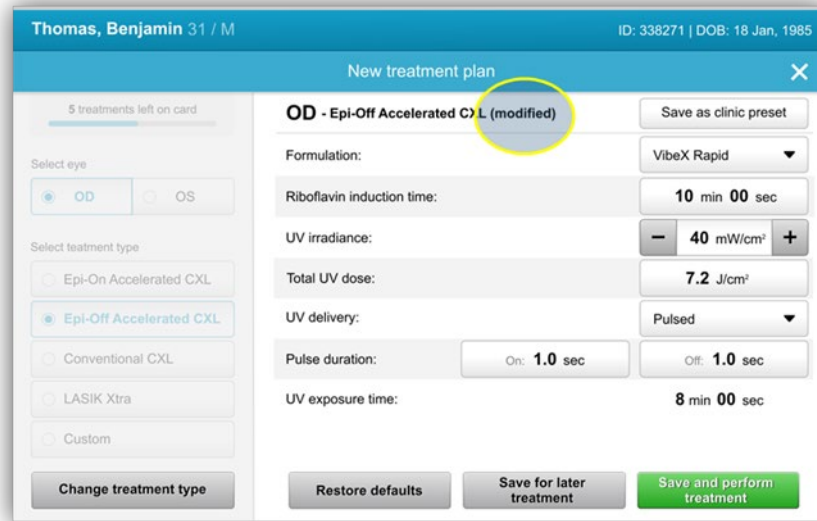

Abbildung 3-8. Angepasster Behandlungsplan
- Wenn die Parameter in den vier Vorabinstellungen angepasst wurden, wird neben dem gewählten Behandlungsplan wie in Abbildung 3-8 die Notierung „Modifiziert“ (Modified) angezeigt.